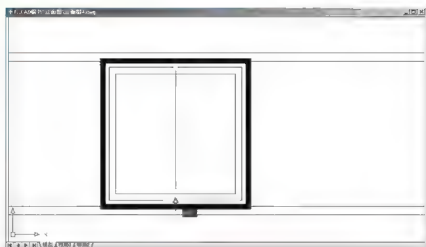

图 4.13 绘制窗扇的中间线
(3) 执行菜单栏中的【工具】|【草图设置】命令, 打开【草图设置】对话框并勾选【对象捕捉】选项卡中的【中点】复选框。
(4) 使用【直线】命令并借助于【中点】捕捉绘制窗框的中间线, 结果如图 4.13 所示。